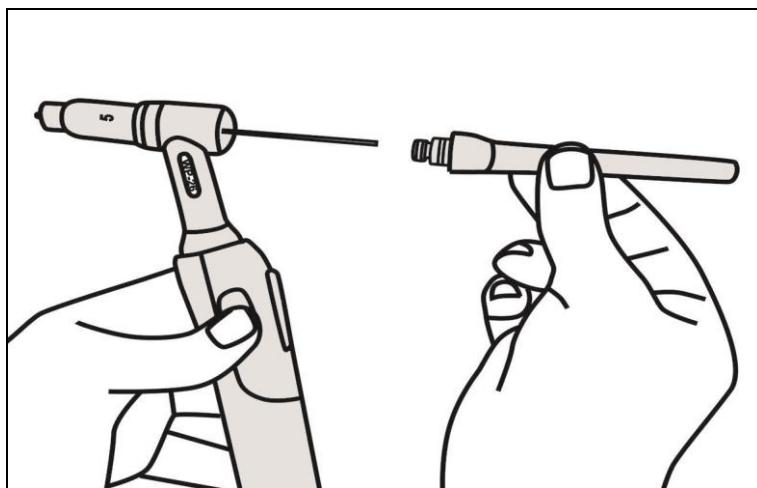

Рис. 12. Сборка горелки
3. Держа сварочную маску перед лицом, «чиркните» (рис.12 «Чирканье») электродом по поверхности свариваемой детали (как при зажигании спичкой). Данный метод наиболее продуктивный для зажигания сварочной дуги.
4. После зажигания дуги старайтесь сохранять расстояние между рабочей поверхностью (Вашей деталью) и электродом приблизительно равное диаметру самого электрода, примерно, 3 – 5 мм. Необходимо соблюдать это расстояние постоянно во время сварки. Угол наклона электрода от вертикальной оси должен быть от 20° до 30° (рис.12 «Положение электрода»).